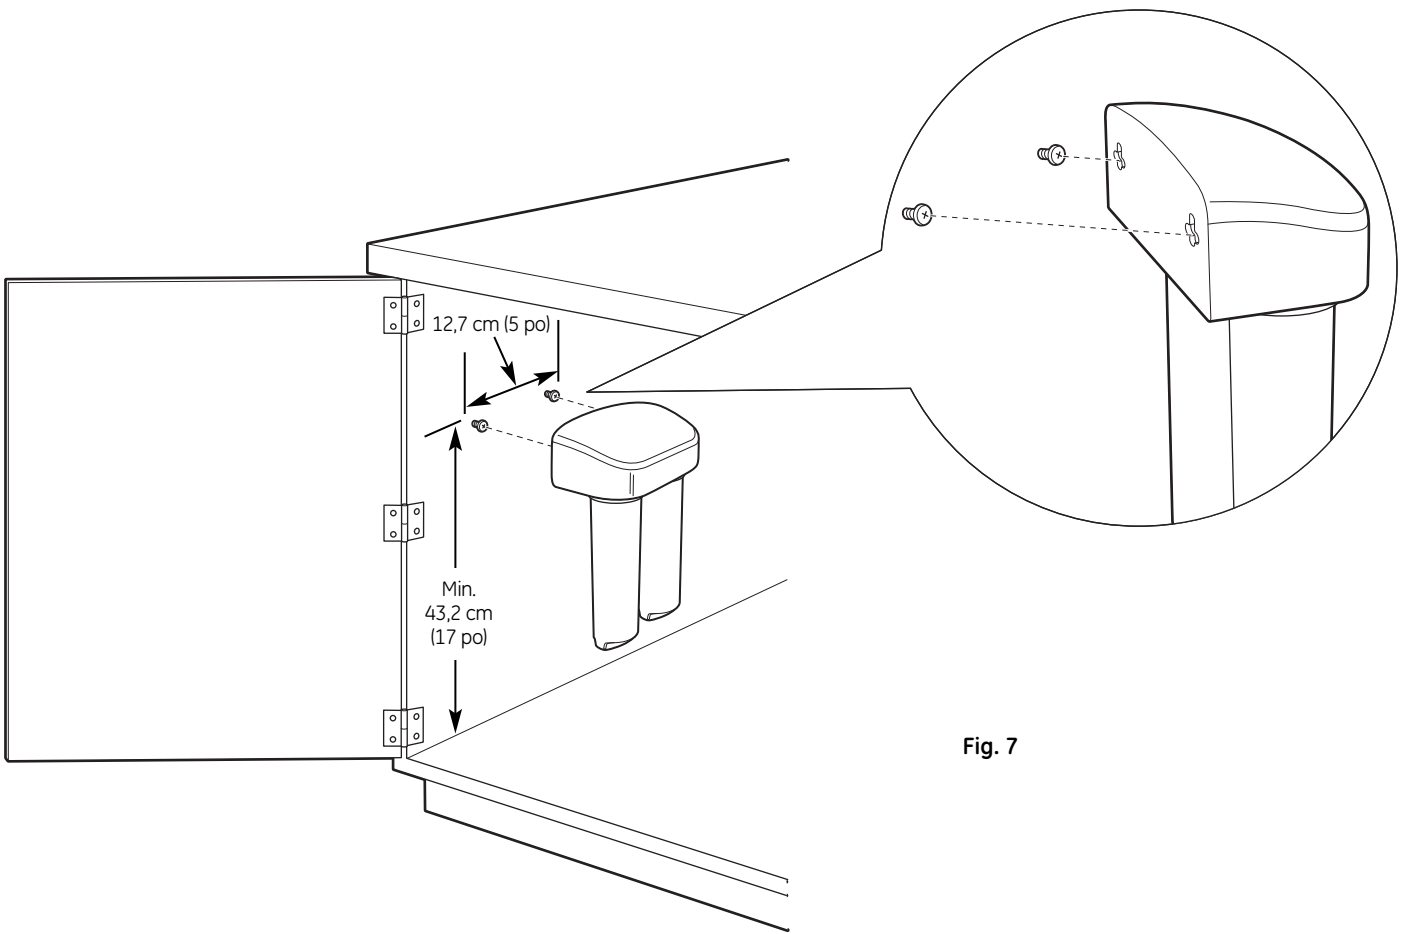

Fig. 7
2. Pendez le système aux vis précédemment installées à l'aide des ouvertures situées à l'arrière de l'appareil (Fig. 7).